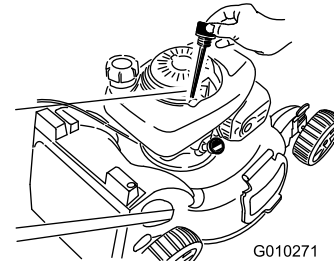

Bild 37
6. Nehmen Sie den Peilstab aus dem Öleinfüllstutzen (Bild 37).